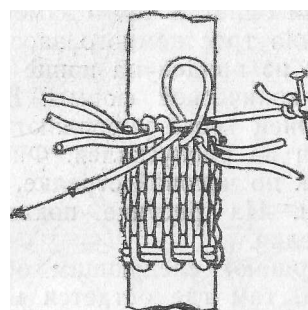

Рис. 88. Вертикальная оплетка.
*Вертикальная оплетка* (рис. 88). Выполняется аналогично приведенным выше способам из несколь-